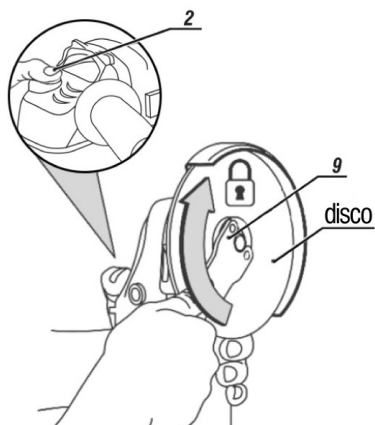

Fig. 6 – Montagem do disco na máquina
5. Trave o eixo da máquina pressionando o botão trava do eixo (2) e aperte o flange externo no eixo com a chave (9), Fig. 6.